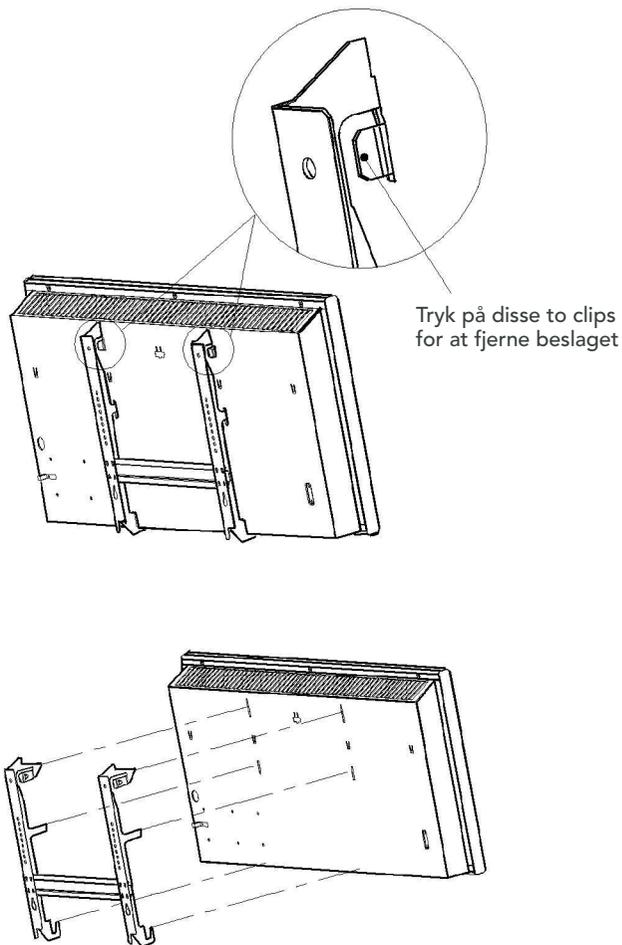

Fig. 3
- 2 Tryk på de to clips på beslaget, og træk beslaget nedad for at fjerne det (fig. 3).